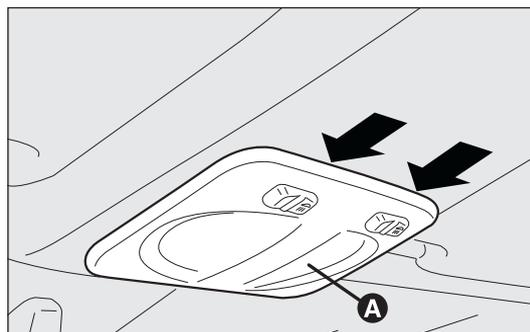
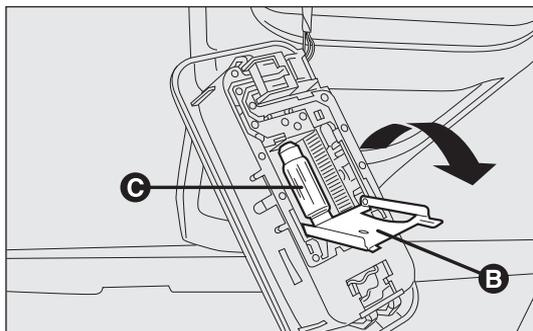

fig. 180
fig. 181
- agir sur les points indiqués par les flèches et enlever le plafonnier A-fig. 180 ;
- ouvrir le volet de protection B-fig. 181 ;
- remplacer les ampoules C-fig. 181 en les dégageant des contacts latéraux et en s'assurant que les nouvelles ampoules sont correctement bloquées entre les contacts proprement dits ;
- refermer la trappe B-fig. 181 et fixer le plafonnier A-fig. 180 dans son logement, puis vérifier qu'il soit bien bloqué.